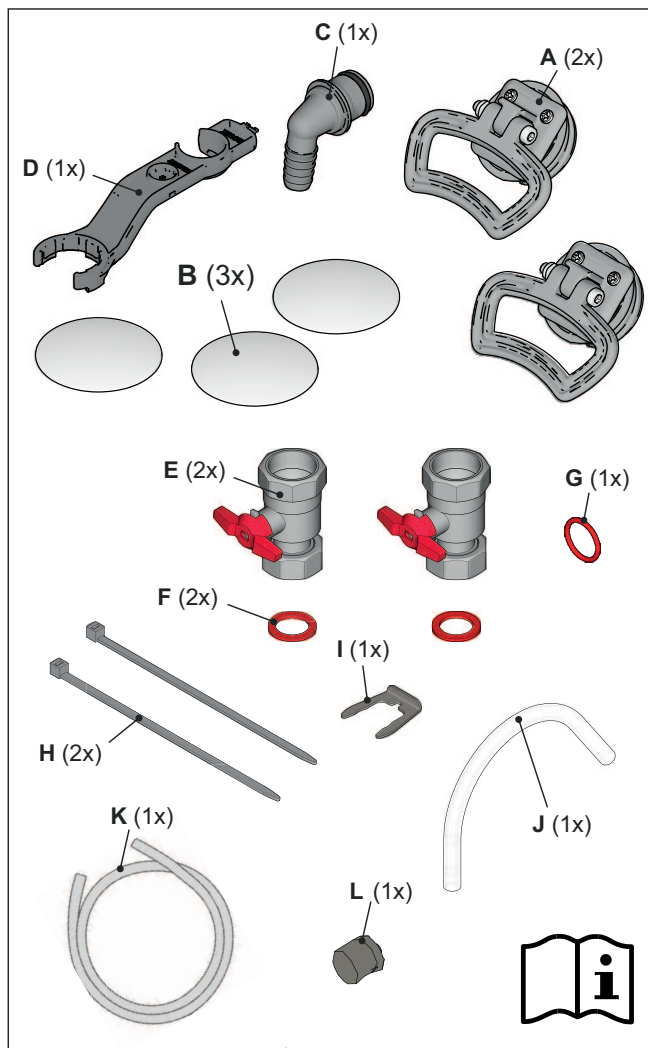

Fig. 54-5 Contenuto della borsa accessori
- Borsa di accessori (vedere Fig. 54-5),